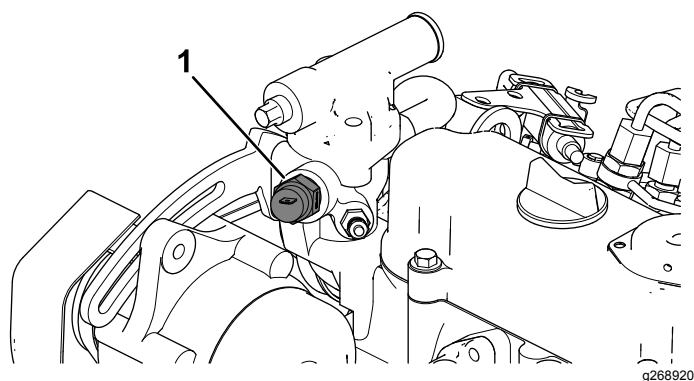

Figura 14
- A. Rimuovete il microinterruttore della temperatura dall'alloggiamento del termostato (**Figura 14**).